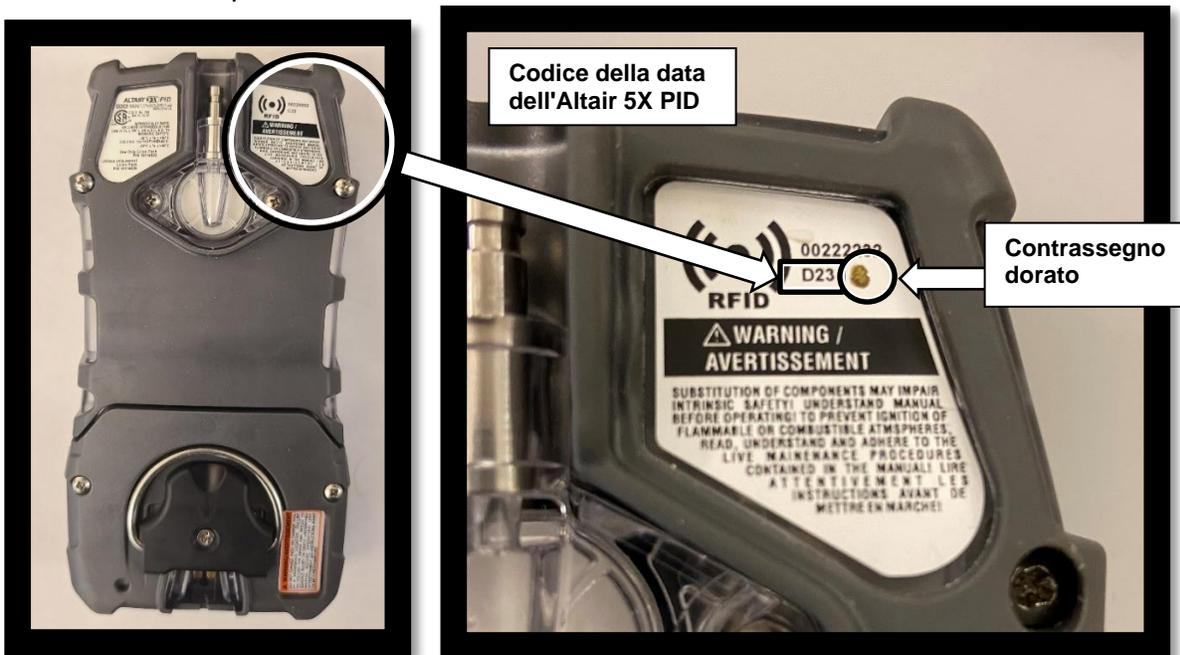

Figura 2 - Individuazione del codice della data dell'Altair 5X PID
2. Per individuare la data di produzione dell'Altair 5X PID, fare riferimento al codice della data sul retro dell'unità (Figura 2)
- a. Se sul dispositivo ALTAIR è presente un contrassegno dorato, come mostrato nella Figura 2, il prodotto non è interessato dal problema e non è necessario alcun intervento.